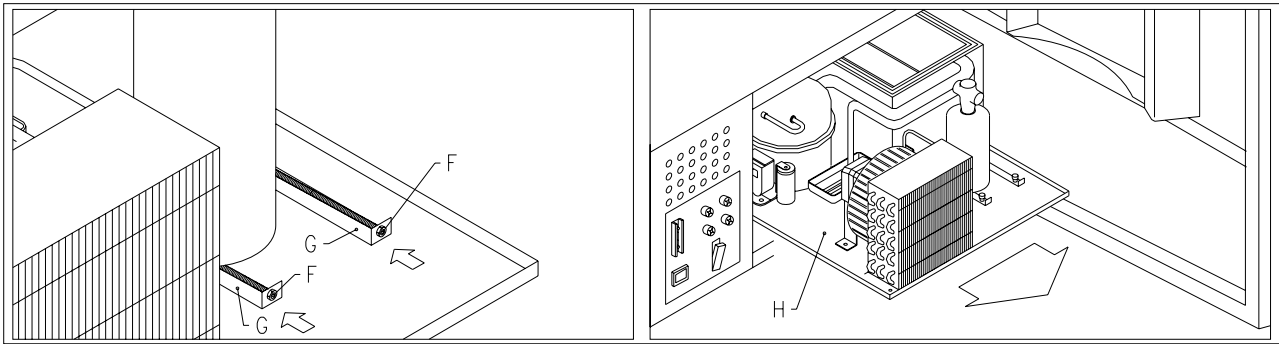

Abb. 19
- Die Handräder F Abb. 19, die das Hebelgestänge zum Absenken des Verdampferkastens blockieren, abschrauben;
- Die beiden Bügel G Abb. 19 so eindrücken, daß der Verdampferkasten nicht abgesenkt wird;
- Nun kann die gesamte Kühlgruppe H Abb. 19 herausgezogen werden.